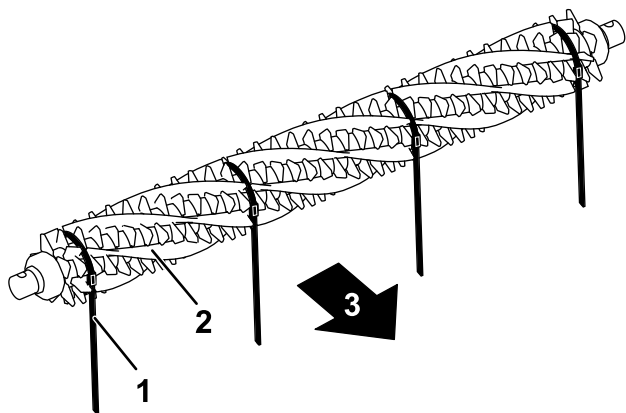

Рисунок 18
3. С одной стороны барабана механической щетки вставьте щетину в каждую канавку по всей длине барабана механической щетки (Рисунок 18).
Внимание: Оберните крепежные ленты вокруг узлов лопастей и щетин щетки в направлении, соответствующем прямому направлению вращения. На Рисунок 18 показаны ленты, установленные для вращения в прямом направлении.